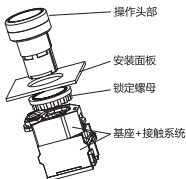

图3 LAY39B按钮安装示意图
7.1.2 LAY39B按钮将操作头由面板前方插入安装孔内，于面板后将锁定螺母拧紧，将下座(中座+发光器+接触系统)对准卡位卡入，最后把电源线接上。安装示意图见图3。